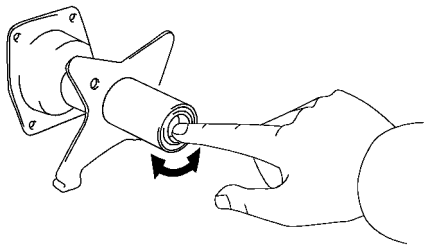

图 16-15 检查上轴承
(3) 检查上轴承。检查上轴承的转动情况 and 有无不正常的噪声,如图 16-15 所示。如果轴承已磨损或损坏,则应更换柱管部件。